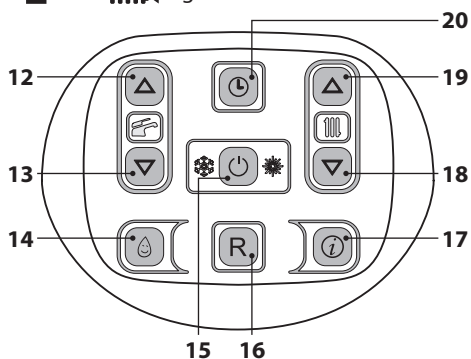

Figura 6.6
- Tenere premuto per 2 secondi il tasto 15 fino a far apparire sul display entrambe i simboli e . Figura 6.6.
- Spegnerne la caldaia tenendo premuto per 2 secondi il tasto 15 (Figura 6.6) fino a far apparire sul display LCD il simbolo - - - - (Figura 6.5).